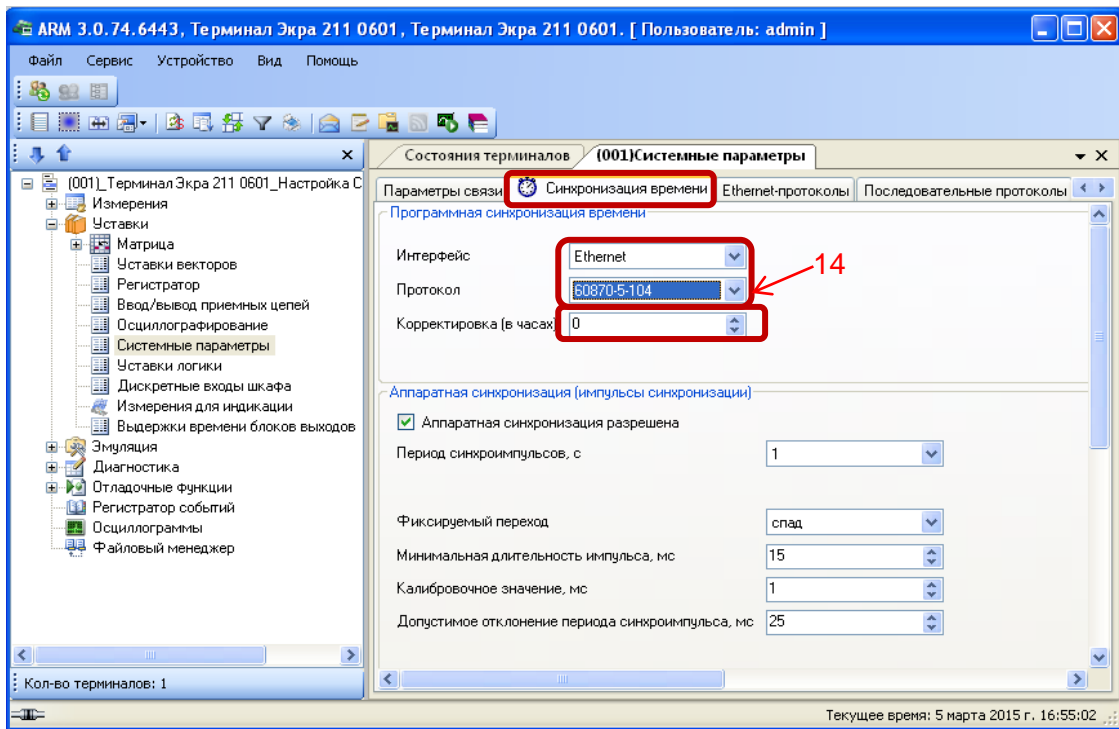

Рисунок 6 – Настройка синхронизации времени по протоколу **МЭК 60870-5-104**
2.4.2 На вкладке **Синхронизация времени** в выпадающем списке **Интерфейс** выбрать интерфейс **Ethernet** и указать протокол (см. рисунок 6, обозначение 14).
2.4.3 Если необходимо задать разницу во времени между терминалом и источником времени на вкладке **Корректировка (в часах)** (см. рисунок 6) выставить требуемую разницу в соответствии с проектом. Значение по умолчанию 0.